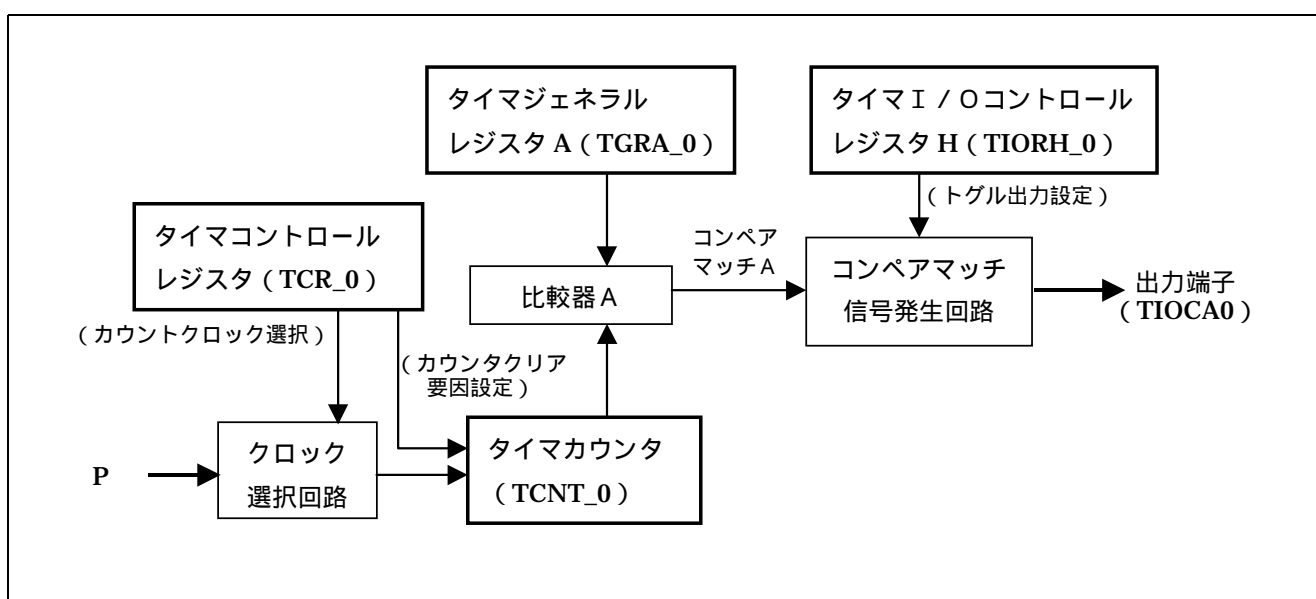

図 1 パルス出力ブロック図
16 ビットタイマパルスユニット(TPU)のチャンネル 0 を使用して、アウトプットコンペア出力端子(TIOCA0)からデューティ 50% のパルス出力を行うサンプルを示します。周辺モジュールクロック (P) 25MHz で動作時、出力するパルス周期は $83.33\text{nsec}^{*1}) \sim 174.76\text{msec}^{*2})$ の間で任意に設定できます。図 1 にパルス出力のブロック図を示します。